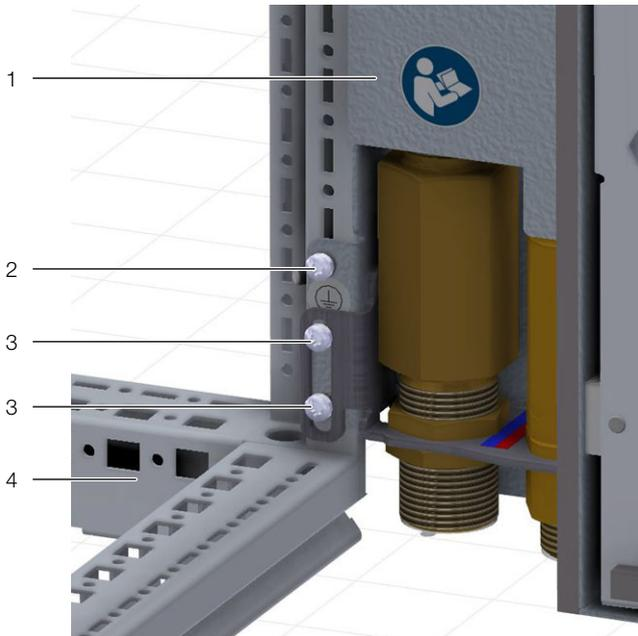

Abb. 17: Befestigung des LCP Hybrid – innen unten
■ Schrauben Sie die Potenzialausgleichsschraube aus dem Lieferumfang mit der Kontaktscheibe oberhalb der beiden unteren Befestigungsschrauben an der mit einem Erdungssymbol gekennzeichneten Stelle vollständig ein (Abb. 17, Pos. 2).